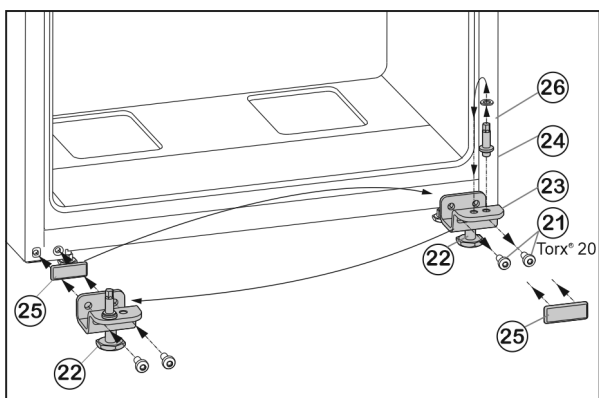

Fig. 7
- ▶ Upevňovací šrouby Fig. 7 (21) odšroubujte.
- ▶ Vyměňte spodní stojan ložiska Fig. 7 (23) i s ložiskovým čepem Fig. 7 (24), podložkou Fig. 7 (26) a seřizovací nožkou Fig. 7 (22).
- ▶ Ložiskový čep Fig. 7 (24) kompletně odšroubujte i s podložkou Fig. 7 (26), přemístěte do protilehlého upínacího otvoru stojanu ložiska a opět přišroubujte.
- ▶ Krycí desku Fig. 7 (25) opatrně sejměte a přemístěte ji na protější stranu.
- ▶ Spodní stojan ložiska Fig. 7 (23) opět kompletně, i s ložiskovým čepem Fig. 7 (24), podložkou Fig. 7 (26) a seřizovací nožkou Fig. 7 (22), případně s pomocí akumulátorového šroubováku **silou (4 Nm)** našroubujte na nové straně závěsu dveří.
- ▶ Spodní dveře nasadte shora na ložiskový čep Fig. 7 (24).
- ▶ Prostřední stojan ložiska (13) otočený o 180° nasadte do spodních dvířek a našroubujte jej pomocí upevňovacích šroubů (11) (2 x Torx® 20) pevně na novou stranu závěsu dveří (4 Nm).
- ▶ Opět nasadte plastovou podložku (10).
- ▶ Seřizovací nožku Fig. 7 (22) na spodním stojanu ložiska Fig. 7 (23) vytáčejte, až dosedne na zem.